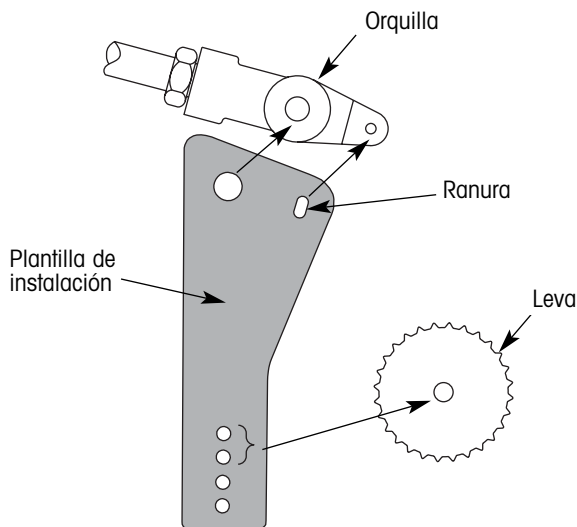

Figura 46. Colocando la plantilla de instalación por dentro de la orquilla
2. Coloque la plantilla de instalación (figura 46) por dentro de la orquilla, alineando el agujero grande de la orquilla con el agujero grande de la plantilla.
5. Vea a través de la ranura de la plantilla (figura 46). De ser necesario, rote la orquilla hasta que el agujero pequeño en la orquilla sea completamente visible a través de la ranura de la plantilla.